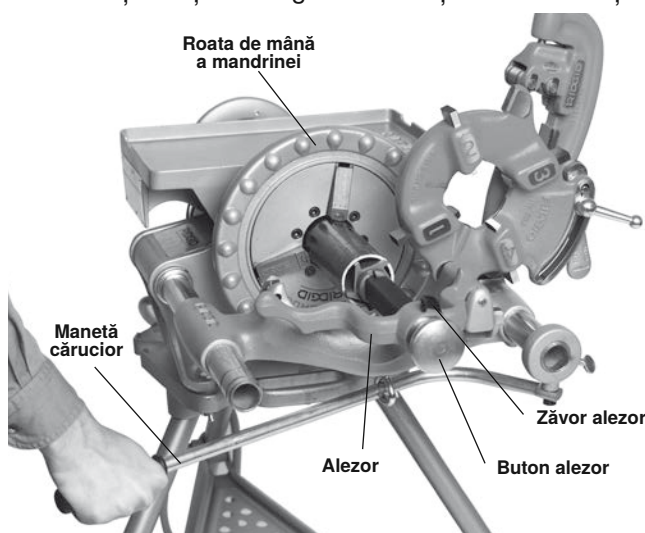

Figura 22 – Alezare cu alezorul nr. 341
2. Extindeți alezorul prin apăsarea zăvorului și glisarea butonului spre țeavă până când zăvorul se blochează în capătul barei (Figura 22).